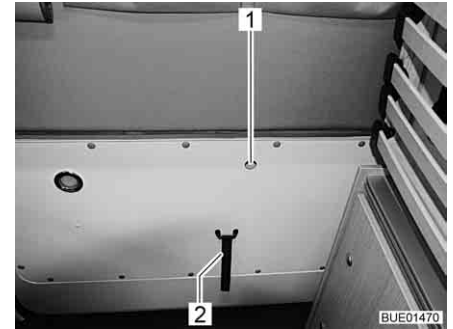

Bild 35 Frigöring baklucka, invändigt
- Dra den lilla spaken i öppningen (Bild 35,1) uppåt med fingret och tryck samtidigt mot bakluckan.
- Ta tag i kanten på bakluckan eller i bandet (Bild 35,2) och stäng bakluckan.